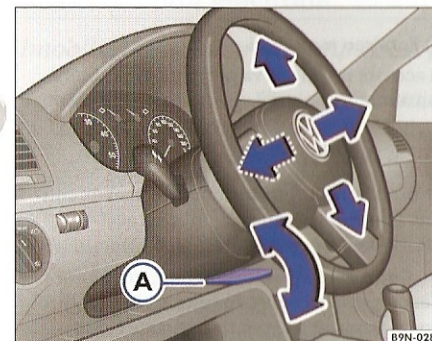

Fig. 75 Reglarea poziției volanului.
- Îndreptați maneta ⇒ fig. 75 (A) de sub volan, în jos ⇒ ⚠.
- Apoi apăsați maneta ⇒ fig. 75 (A) în sus, pentru ca volanul să nu-și modifice brusc poziția în timpul deplasării ⇒ ⚠.